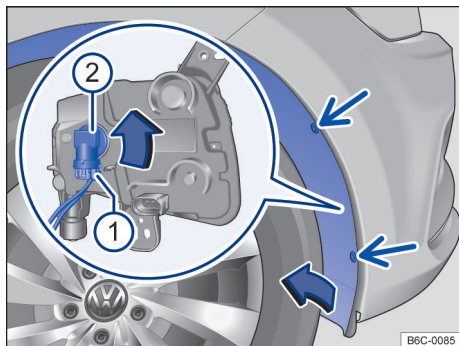

Fig. 134 Na caixa de roda dianteira: acesso à lâmpada incandescente do farol de neblina.
2. Remover os parafusos de fixação do revestimento da caixa de rodas → Fig. 134 (setas) com o auxílio de uma chave de fenda.
5. Retirar o conector de alimentação da lâmpada → Fig. 134 , pressionar, ao mesmo tempo, a trava de fixação do conector.
6. Girar o soquete da lâmpada → Fig. 134 , no sentido anti-horário até o batente, e desencaixá-lo do alojamento.
13. Recolocar os parafusos de fixação → Fig. 134 (setas) e apertá-los.